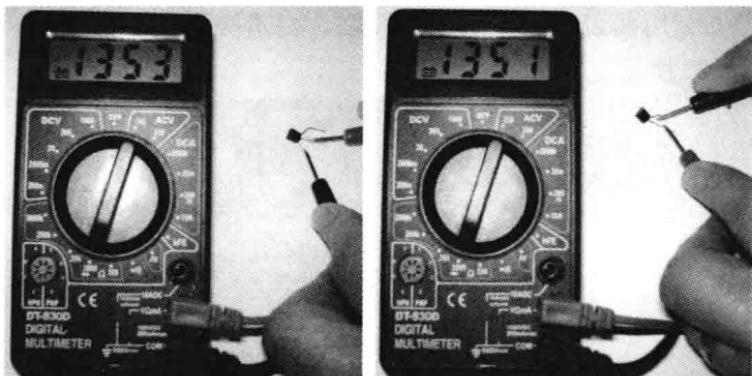

图 7-17 检测三极管
(3) 用万用表的黑表笔接晶体管的某一管脚（假设它是基极），用红表笔分别接另外的两个电极。如果万用表指针指示的两个阻值都很小（或都很大），那么黑表笔所接的那个管脚便是基极；如果指针指示的阻值一个很大，一个很小，那么黑表笔所接的管脚肯定不是三极管的基极，要换另一个管脚再检测，如图 7-17 所示。
(4) 当基极 b 确定后，用黑表笔接基极，红表笔分别和另外两个电极相接，若测得两个电阻均很小，即为 NPN 型三极管；若测得两个电阻均很大，即为 PNP 型三极管。
(5) 以 PNP 为例，基极 b 确定后，将万用表置于 $R \times 100$ 或 $R \times 1k$ 挡，假设一极为集电极 c，用黑表笔接触这个管脚，同时用手连接基极 b 和另外一个电极（注意不要使二者直接接触），红表笔接另一电极，测得一电阻值；然后，假设另一脚为集电极